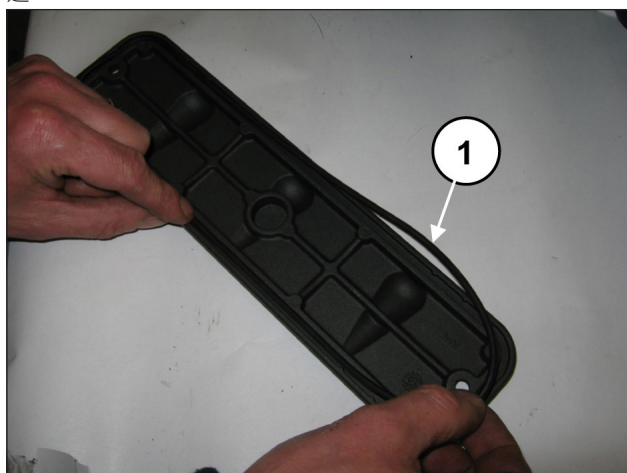

图 93
用O形圈套在检测盖上（①，图 93），并用2个M6x14螺栓（①，图 94）和2个M6x40螺栓固定。